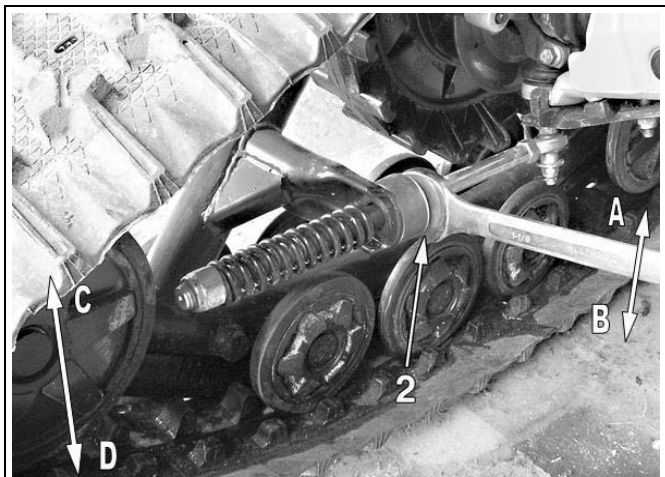

Figure 5
- Régler l'écrou (2) présenté à la Figure 5 jusqu'à ce que la barre plate se trouve à 254 ± 6 mm au dessus du sol. Pour le côté droit, tourner la clé vers A engendre une rotation du système vers C et la tourner vers B fait pivoter le système dans la direction D (inverse pour le côté gauche).